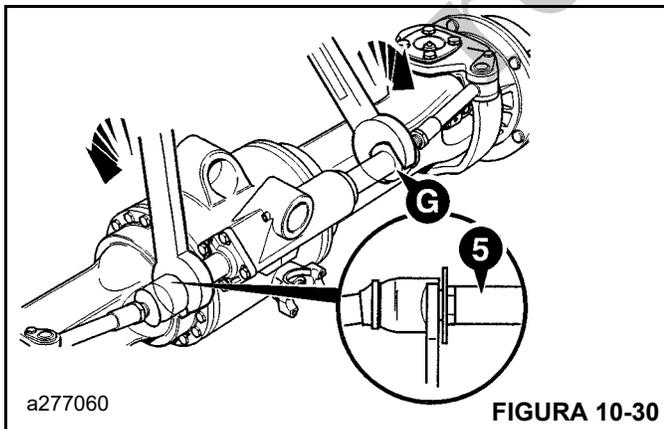

FIGURA 10-30
- b. Desenrosque la rótula hasta que la llave de tuercas se pueda instalar en la varilla (**5**, Figura 10-30). Atornille la rótula contra la llave de tuercas ajustable para asegurar la llave y para prevenir daño a la varilla.